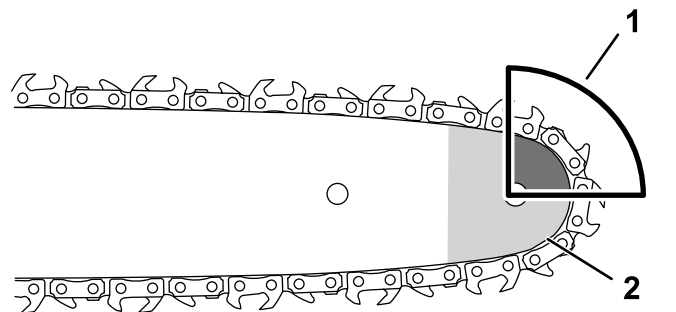

Figura 9
La Figura 9 muestra la zona de la espada que no debe hacer contacto con un objeto para evitar contragolpes.
4. Limpie la zona alrededor del tapón de aceite (Figura 9).
5. Retire el tapón del depósito de aceite girándolo en sentido antihorario, y vierta aceite para cadenas en la sierra de pértiga hasta que el aceite llegue a la línea MAX del depósito de aceite (Figura 9).